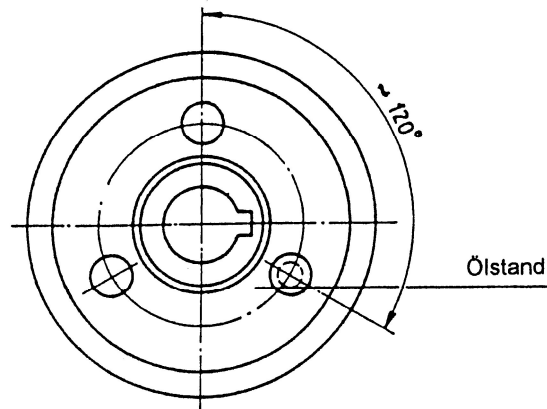

Bild 4
Eine einfache Kontrolle des Ölstandes ist möglich, indem die Kupplung so gedreht wird, dass eine Schraube (12) des Seitendeckels (10) die in Bild 4 angegebene Stellung einnimmt. In dieser Stellung muss der Ölspiegel bis zur Einfüllöffnung reichen. Gegebenenfalls ist Schmieröl nachzufüllen.